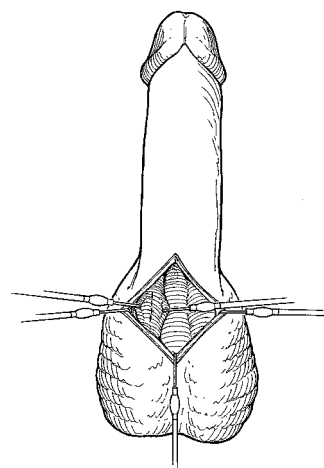

Figura 4-3. Penoescrotal: retracción del cuerpo esponjoso
3. Para la vía de acceso penoescrotal, retraiga lateralmente el cuerpo esponjoso, a fin de evitar dañar la uretra (**Figura 4-3**).